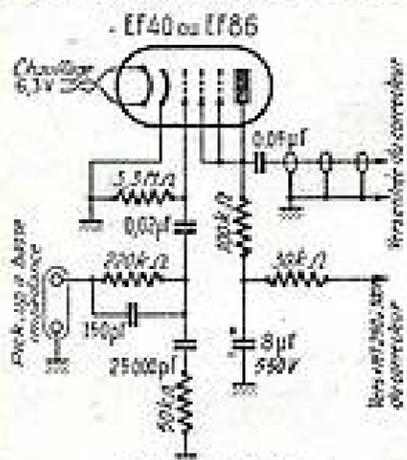

Fig. RR-307
c) Le préamplificateur-correcteur de pick-up pour tous disques décrit dans notre numéro 953 a été établi pour un lecteur piézoélectrique. Il ne convient pas pour un lecteur à basse impédance. Dans le cas de l'emploi d'un tel lecteur, il faut faire précéder le préamplificateur-correcteur cité par un étage supplémentaire EF40 ou EF86, représenté sur la figure RR-307 ci-contre. Cet étage additif convient très bien, par exemple, pour un pick-up basse impédance « GE ».